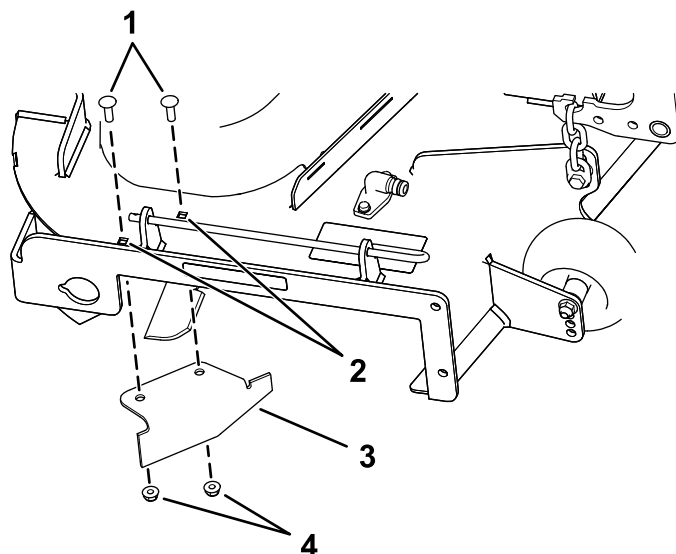

Figura 16
9. Individuate il deflettore di scarico nel sacchetto delle parti sciolte e rimuovete gli elementi di fissaggio dai fori posteriori della piastra di scarico (**Figura 16**).